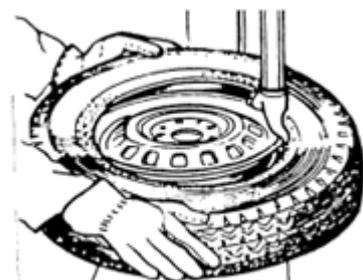

Abbildung 7
5) Bewegen Sie den Reifen so, dass der Wulst unter dem vorderen Teil des Montagekopfes verläuft und nach oben gezogen wird. (gegen die Kante des hinteren Teils des Montagekopfes.) (Abb. 7)